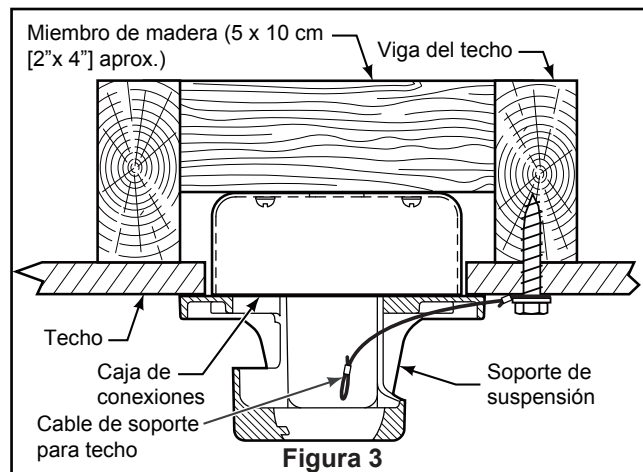

Figura 3
### Uso del soporte (Figura 3)
3. Retire los seis tornillos preensamblados de la arandela del acoplador del motor del ensamblaje del motor y guárdelos para volverlos a instalar en el paso 7. (Figura 3)
3. Introduzca los cables de color negro, blanco y azul cables y cable de seguridad a través de la varilla. (Figura 3)
1. Perfore un orificio de 1/4" en la estructura del edificio para evitar grietas con la instalación del tornillo de intervalo. Utilice el tornillo de intervalo de 3/8"x 2" y la arandela plana para fijar el cable de seguridad a la viga del techo o a la estructura de madera. Dicho tornillo pasará a través de arandela plana, la presilla del cable de seguridad y se fijará en la estructura del edificio. (Figura 3)
**NOTA:** el cable de soporte para techo no se puede asegurar solamente a la caja de conexiones; se debe asegurar directamente a la viga de techo o miembro estructural con el tornillo de cabeza cuadrada de 3/8"x2" y la arandela plana. (Figura 3)
2. Deslice el receptor en el soporte de suspensión antes de realizar el cableado como se muestra en la figura 3.
3. Instale la unidad de luz LED sobre de la ensamble de la placa de iluminación utilizando las dos ranuras principales de la placa de conexión. Vuelva a colocar el tercer tornillo y asegure los tres tornillos. (Figura 3)
3. Para que el ventilador sea funcional, instale las pila (incluidas) de 23A/12V en el transmisor del mando a distancia. Mientras el ventilador esté apagado. A continuación, siga el proceso de fijación remota de código. Si no se utiliza el ventilador durante un largo periodo de tiempo, extraiga la batería para evitar cualquier daño al transmisor. Almacene el mando a distancia en un lugar alejado del calor o la humedad excesiva. (Figura 3)